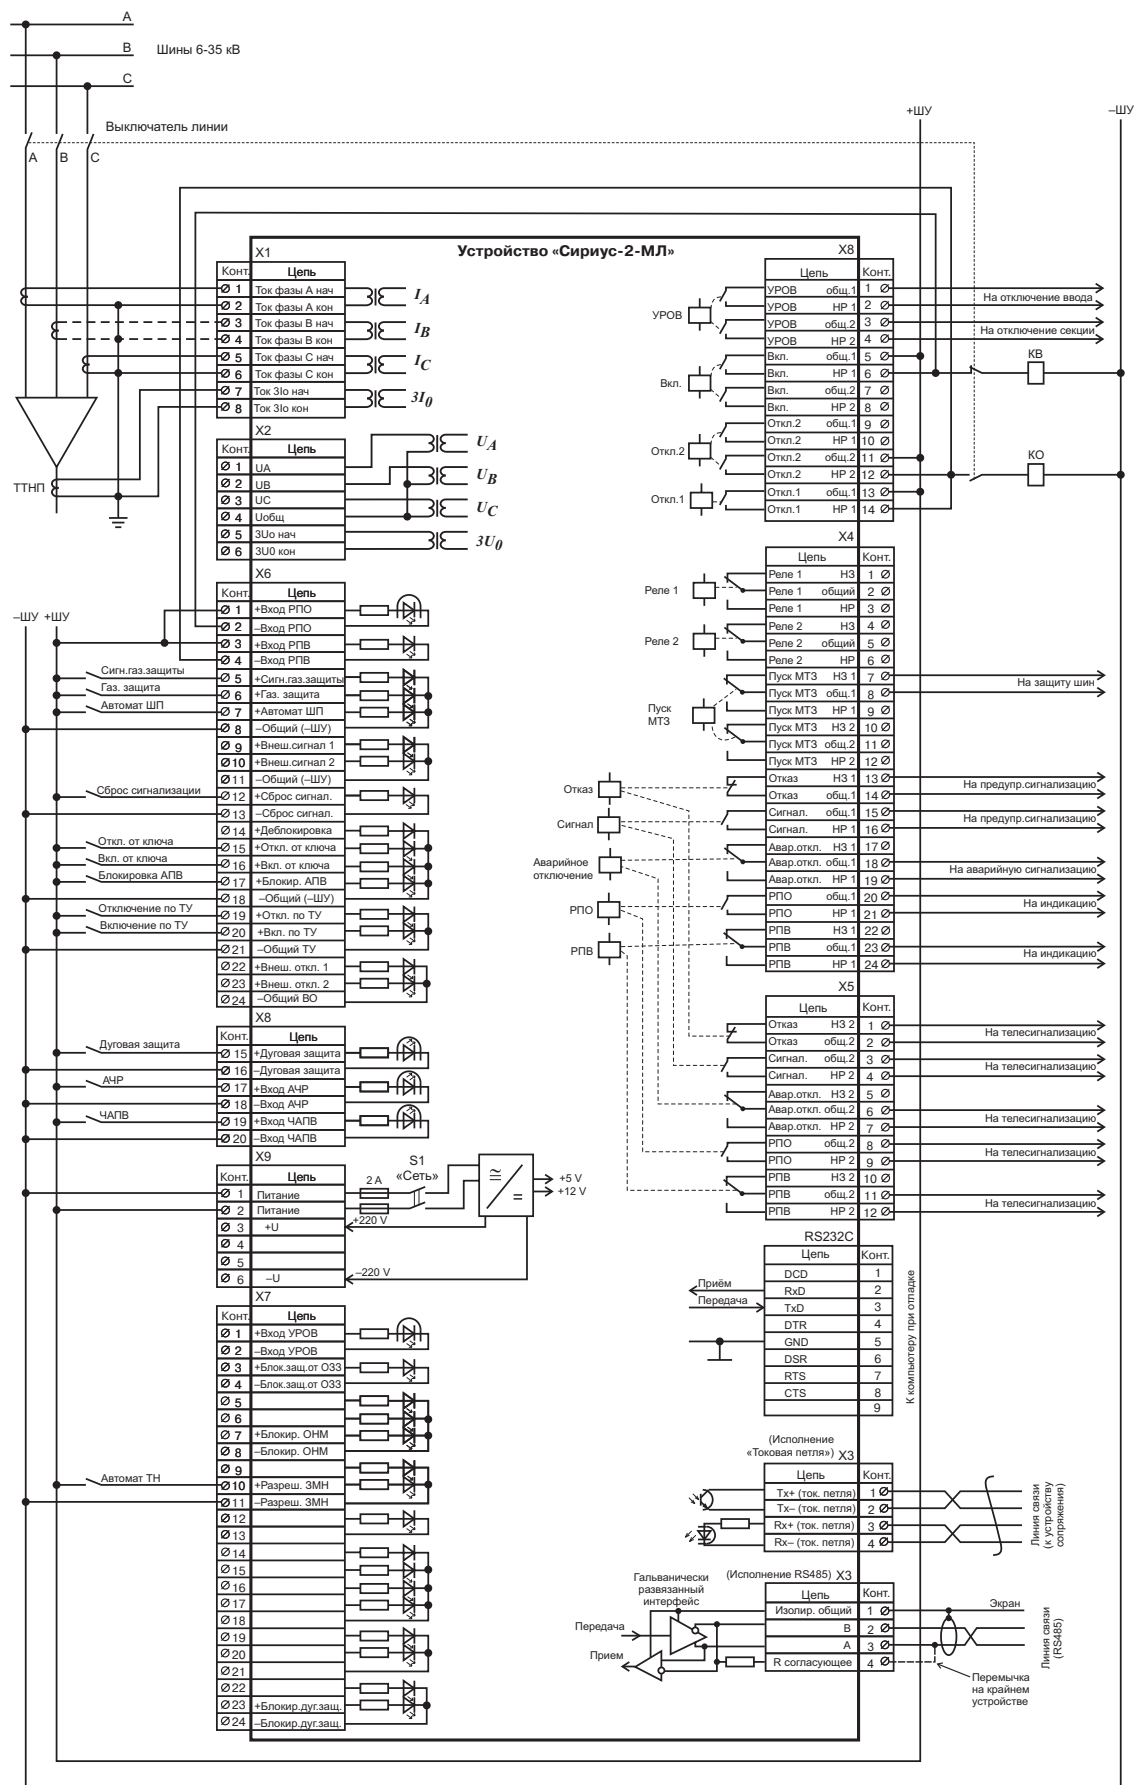

Рис.16. Схема подключения внешних цепей к устройству «Сириус-2-МЛ» при непосредственном управлении выключателем
2.6.3.8. Проверка работоспособности входных цепей устройства. С помощью логического имитатора или источника постоянного напряжения поочередно подавать сигналы на входные цепи устройства (Х6, Х7 и Х8 согласно схеме рис.16), проверить прохождение сигналов либо в режиме «Контроль», либо по реакции на них устройства.
2.6.3.9. Проверка работоспособности выходных реле. Подавая различные воздействия на устройство, необходимо добиться срабатывания всех реле и убедиться в работоспособности всех контактных групп (Х4, Х5 и Х8 согласно схеме рис.16).